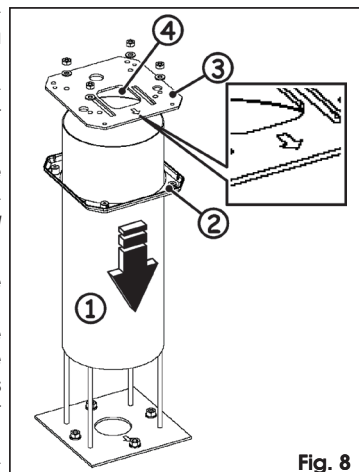

Fig. 8
1. Positionner le tube de support, Fig. 8 réf. ①, sur la plaque de fondation.
2. Introduire le carter en plastique, Fig. 8 réf. ②, et le laisser posé au sol.
1. Positionner la plaque supérieure, Fig. 8 réf. ③, en faisant passer les câbles de connexion dans la flasque carrée, Fig. 8 réf. ④, et les faire sortir sur une longueur d'au moins 600 mm.